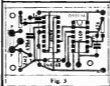

Fig. 3
Na fig. 3 temos o lado eixo coberto de placa, com as posições e valores de componentes cuidadosamente demarcados... É o que chamamos de "chapeado" ou "vista real" (os computadores de KITS recebem suas plaquinhas com a impressão de "chapeado" cuidadosamente indicada, facilitando muito a colocação de componentes de maneira correta). Os integrados e diodo devem ter suas posições cuidadosamente observadas e reproduzidas. Quanto aos demais componentes, o importante é colocar o "valor certo no lugar certo".
Os pontos periféricos (+) e (-) recebem-se as conexões da alimentação. As áreas (A) destinam-se à ligação dos fios que conduzem à cápsula piezo ou microfone de cristal, usado como transdutor sonoro. Finalmente, aos pontos (F) (F) devem ser feitas as conexões do potenciômetro de ajuste do tempo. Entretanto, na fig. 3, vê-se claramente a situação de um trim-pot no local... O detalhe é mostrado dessa maneira, para indicar que, se assim o Leitor preferir, nada impede que o potenciômetro seja substituído pelo trim-pot, desde que a aplicação desejada permita ajustes semi-permanentes na temporização.